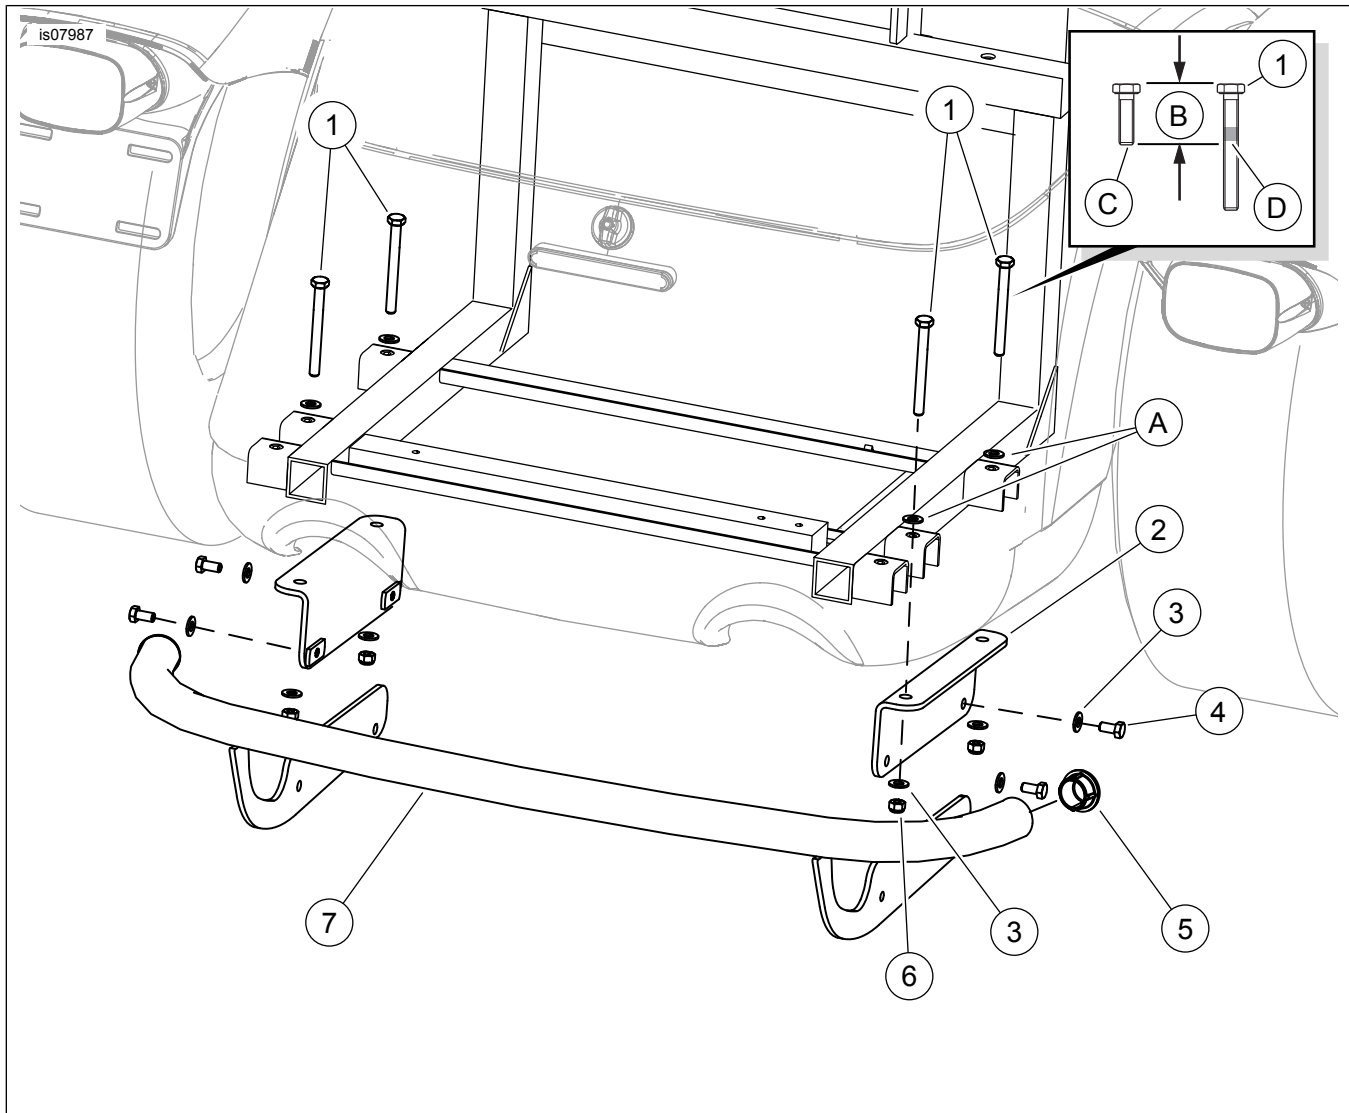

Figura 1. Piezas de servicio: Kit de protector trasero cromado Trike
Vea la Figura 1 y la Tabla 1.
2. Vea Figura 1. Ubique los cuatro tornillos con arandelas (A) en el fondo del compartimento del portaequipajes que fijan el cuerpo a la estructura trasera. Deje la arandela en su lugar, quite uno de los tornillos. Guarde el tornillo para el siguiente paso y, a continuación, deséchelo.
3. Vea el cuadro en Figura 1. Aplique LOCTITE 243 (azul) a los tornillos largos (1).
- a. Marque la longitud (B) del tornillo original (C) en el nuevo tornillo largo (1).
- b. Aplique LOCTITE 243 (azul) (D) a 10 mm (½ in) de las roscas del tornillo en el lado de la cabeza de la marca.
Orienté las piezas de soporte de montaje como se muestra en Figura 1.